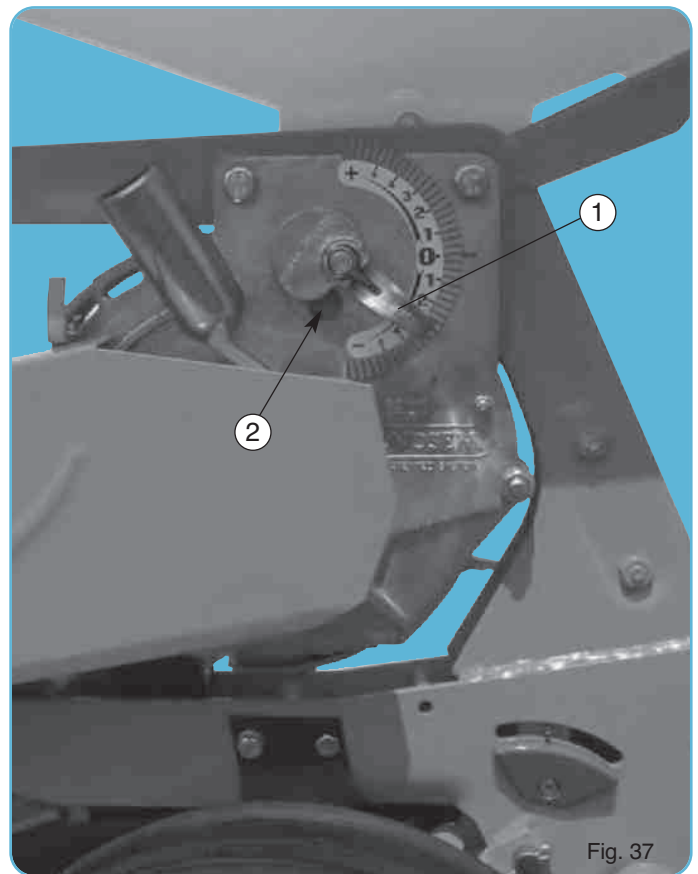

Fig. 37
L'index (1) descendu vers le - (fig. 37) rapproche la plaque des trous, réduit l'aspiration (en ouvrant la prise d'air (2)) ce qui provoque une tendance aux manques. Une fenêtre de contrôle sur le couvercle permet de s'assurer des résultats.
**Positions conseillées pour l'index (1)**
When the indicator (1) is positioned to - (fig. 37), it lowers the scraper over the holes, reducing the degree of suction (opening the size of the hole (2)). This may cause skipping. A control window in the cover allows you to check the results.
**Recommended setting for indicator (1)**
El índice (1) girado hacia - (fig. 37) aproxima la placa a los agujeros, reduce la aspiración (abriendo la toma de aire (2)), lo que provoca una tendencia a las faltas. Una ventanilla de control sobre la tapa permite controlar los resultados.
**Posiciones aconsejadas para el índice (1)**